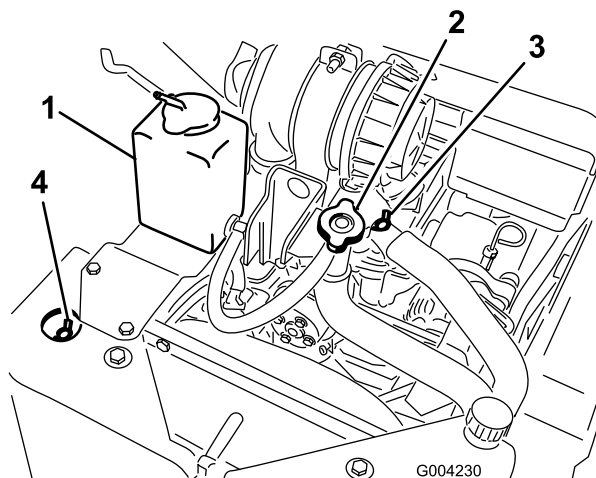

Figura 51
- A. Rimuovete il tappo di riempimento del refrigerante (Figura 51).
- B. Aprite le valvole di spurgo del refrigerante anteriore e superiore (Figura 51).
- C. Versate il refrigerante nel collo del bocchettone del refrigerante fino a quando il refrigerante non inizia a fuoriuscire dalla valvola di spurgo anteriore (Figura 51).
- D. Chiudete la valvola di spurgo del refrigerante anteriore (Figura 51).
- E. Versate il refrigerante nel collo del bocchettone del refrigerante fino a quando il refrigerante non inizia a fuoriuscire dalla valvola di spurgo superiore (Figura 51).
- F. Chiudete la valvola di spurgo del refrigerante superiore (Figura 51).
- G. Versate il refrigerante nel collo del bocchettone finché non vedrete salire il livello del refrigerante nel collo del bocchettone (Figura 51).
- H. Montate il tappo di riempimento del refrigerante (Figura 51).